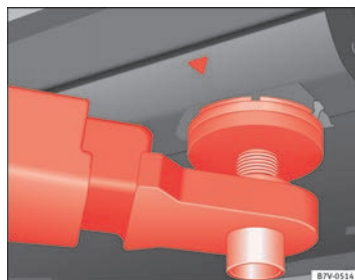
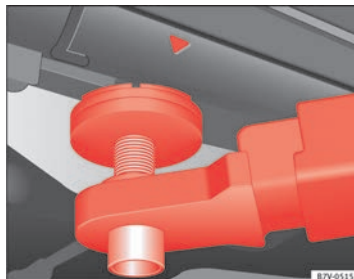

Fig. 162 Punti di appoggio anteriori per il sollevamento del veicolo tramite ponte elevatore o cric.
Fig. 163 Punti di appoggio posteriori per il sollevamento del veicolo tramite ponte elevatore o cric.
Per sollevare il veicolo devono essere utilizzati esclusivamente i punti indicati nelle figure ⇒ **fig. 162** e ⇒ **fig. 163**. Se il veicolo non viene sollevato dai punti indicati, potrebbe subire danni ⇒ ⚠ e provocare lesioni gravi ⇒ ⚠.
- Sollevare il veicolo utilizzando esclusivamente i punti indicati nelle figure ⇒ **fig. 162** e ⇒ **fig. 163**. Se il veicolo non viene sollevato dai punti indicati, potrebbe cadere dal ponte durante lo smontaggio di componenti come il motore o il cambio.